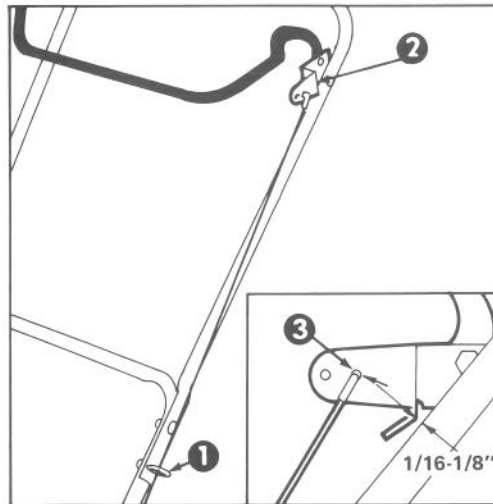

Figure 9
### REGLAGE DE LA BARRE DE COMMANDE (Fig. 9 et 10)
2. **VERIFICATION DU REGLAGE (Fig. 9)** — Ramenez la barre de commande en arrière vers le mancheron jusqu'à ce que le câble soit de nouveau tendu. L'écartement entre le support de la barre de commande et le mancheron devrait être d'environ  $1/16-1/8''$  (1,59 mm - 3,18 mm). Si le câble est trop lâche ou trop serré, procédez à l'étape 3 pour la procédure de réglage.